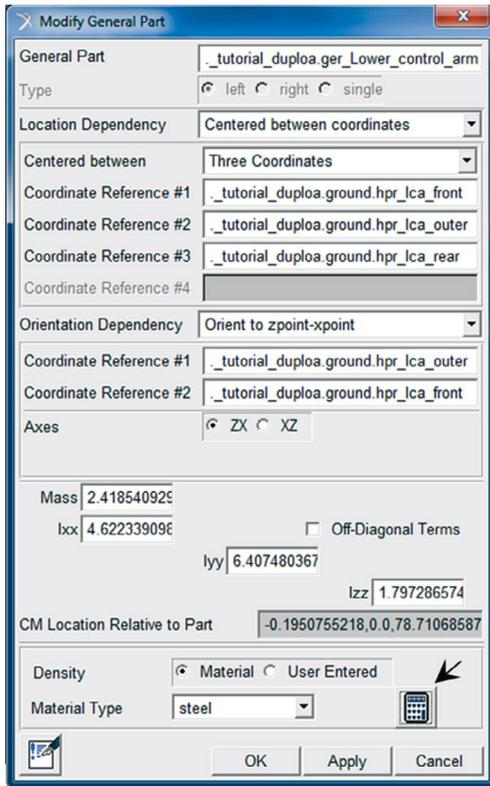

Figura 5.29 – Atualização das propriedades do *General Part* “*gel_Lower_control_arm*”.
- A janela *Modify General Part* será aberta. Para atualização das propriedades, clique no ícone referente à calculadora (canto inferior direito), como destacado na Figura 5.29. Após essa ação, os dados serão automaticamente recalculados.